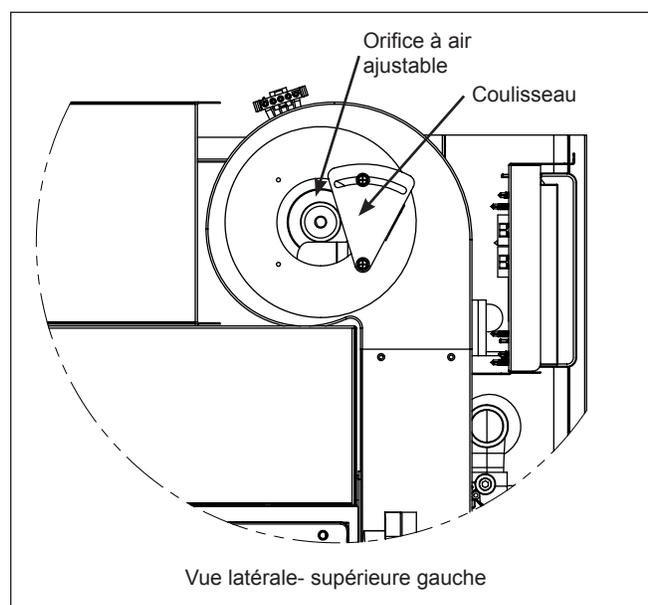
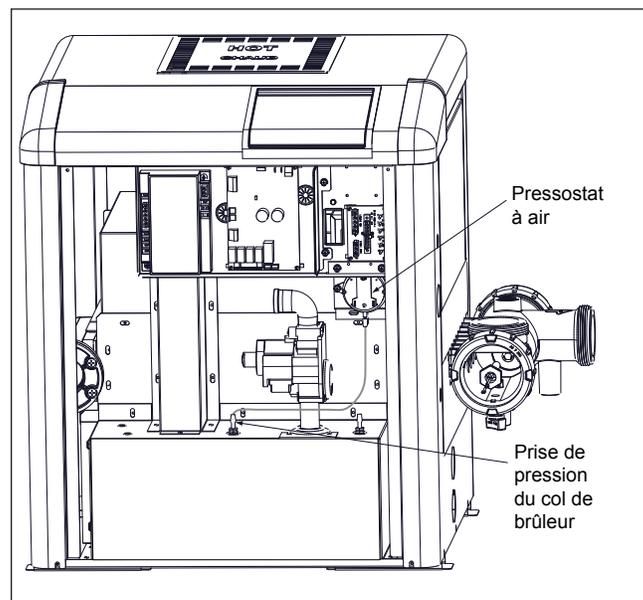

Figure 37. Emplacement d'orifice à air ajustable
Figure 38. Pressostat à air et col du brûleur
La pression dans le col du brûleur doit être ajustée en utilisant l'orifice d'air à l'entrée du ventilateur. Un coulisseau est attaché à cet orifice d'air, voir figure 37. Ce coulisseau est utilisé pour augmenter ou diminuer la pression d'air. La pression d'air diminuera à mesure que le coulisseau couvre une plus grande partie d'orifice d'air. La pression d'air augmentera à mesure que l'orifice d'air est découvert. La pression devrait être ajustée à 1.0 po W.C. Pour mesurer la pression d'air, trouver la prise de pression du col du brûleur, voir figure 38. Enlever le bouchon qui ferme la prise et mesurer la pression.
Régler le voltmètre pour mesurer la tension du CA. Attacher le fil noir du voltmètre à la borne située sur le côté secondaire du transformateur à l'aide du fil jaune qui y est attaché (commun). C'est le point d'essai 1 dans la figure 37. Approcher le fil libre du voltmètre à la borne située sur le côté secondaire du transformateur avec le fil rouge qui y est attaché (sortie 24 V), point d'essai 2. Le voltmètre doit indiquer entre 20 et 28 volts CA.
Commencer par vérifier la tension aux deux colonnes du circuit sur le régulateur, voir les points d'essai 4 et 5 dans la figure 37. Vérifier la tension au point d'essai 4, où le fil violet du pressostat entre dans le connecteur à deux broches sur le régulateur.
Puisque les limiteurs ne sont pas facilement accessibles, la tension peut être vérifiée aux deux (2) colonnes du circuit du régulateur. Voir les points d'essai 8 et 9 dans la figure 37.